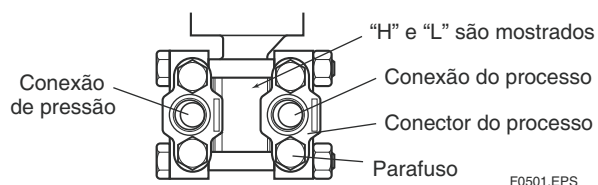

Figura 5.1.1a Símbolos “H” e “L” no Encaixe da Cápsula
(1) Verifique a Conexão de Pressão Alta e Baixa no Transmissor (Figura 5.1.1a)